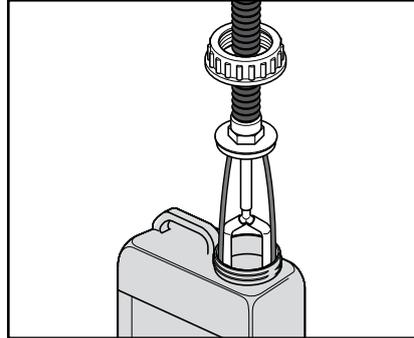

Abb. A2
- Die Pumpeneinheit entnehmen (Abb. A2).